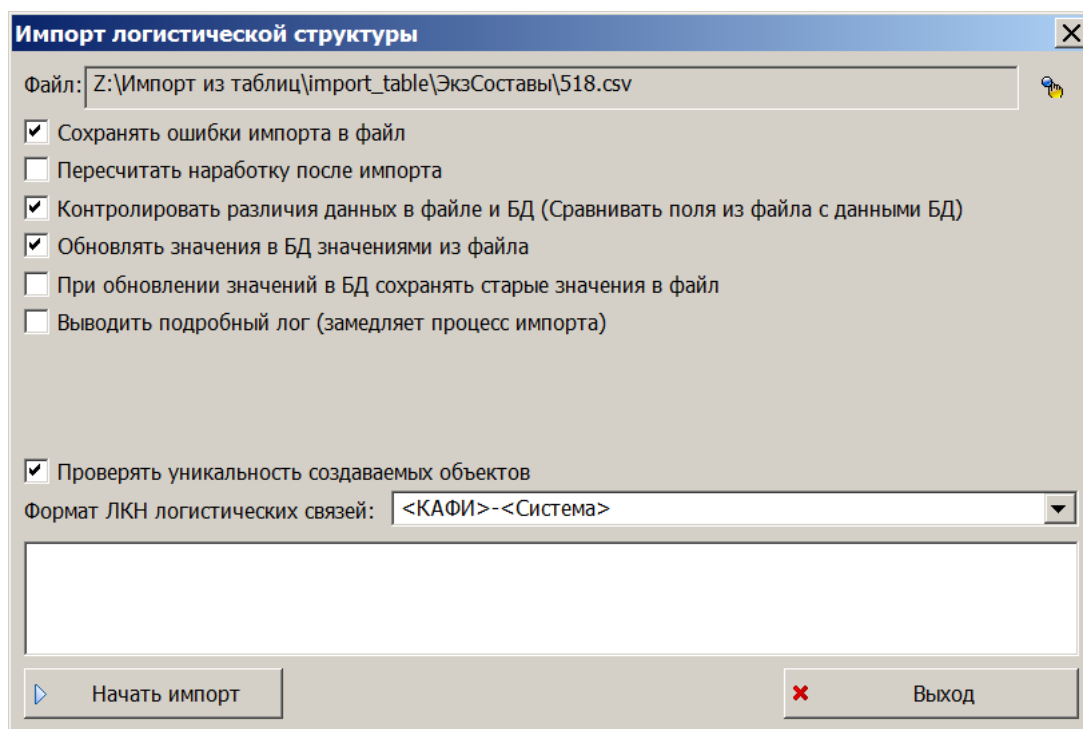

Рис. 14-51 – Диалоговое окно для импорта экземплярного состава ВС
- 4) В диалоговом окне «Импорт логистической структуры» выбрать файл для импорта, нажав кнопку справа от поля «Файл» (рис. 14-51).